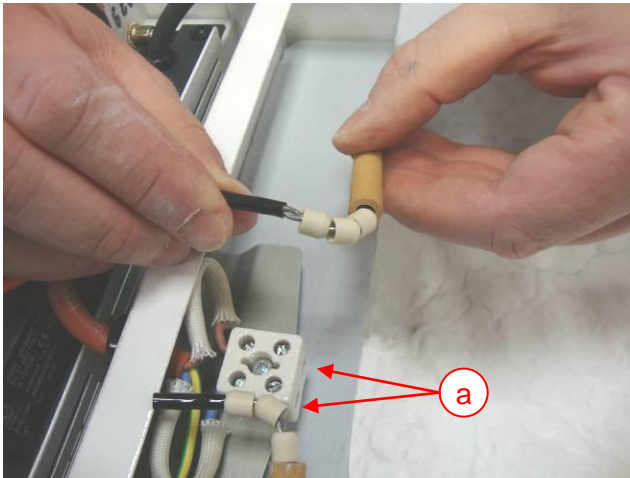

Abb. 45 – Isolierwolle
- Fixierhülsen von den Anschlüssen der Heizwendel abziehen (2x) und mit Kontaktklemme (Abb. 45 a) verbinden. Heizwendeln dabei nicht anfassen.